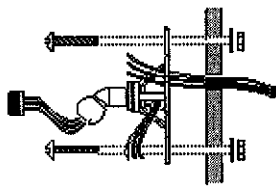

Fig. 1
5. Insertar la guarnición para cableado de baja tensión por las patas de la ménsula de montaje. Fijar la ménsula a la pared o al cielorraso. Para instalar la ménsula de montaje en una pared, emplear una combinación de tuerca y tornillo, como se muestra en la Fig. 1 al pie.